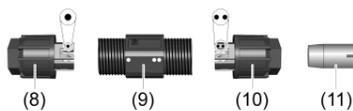

Bild 6: Anschluss-Set 50909900
- i** Zum Versiegeln der Ausgangsleitung Dichtstopfen (11) und Überwurfmutter (10) mit Zwei-Punkt-Markierung aus dem Anschluss-Set verwenden (Bild 6).